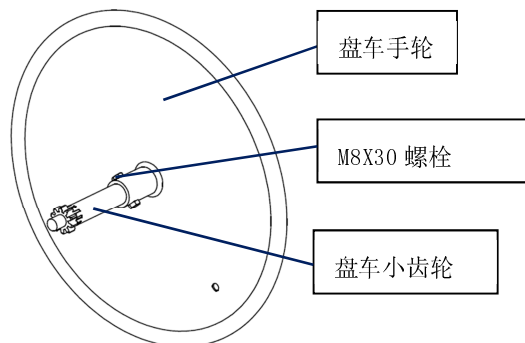

图 17 装配手轮及齿轮
1. 使用 M8x30 的全螺纹螺栓将盘车小齿轮装入盘车手轮中（见 P9 图 17）